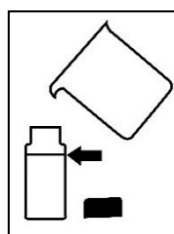

Abb.4
- a) Die Probenlösung mit einem sauberen Behälter sammeln und damit eine Küvette zu 4/5 (ca. 18 ml) füllen, s. Abb. 4. Anschließend den Deckel zuschrauben.